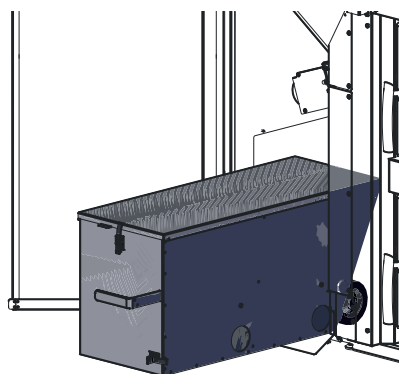

Fig. 33 Aschebox leicht nach links schieben und herausziehen
- ▶ Aschebox leicht nach links schieben und herausziehen – Fig. 33.